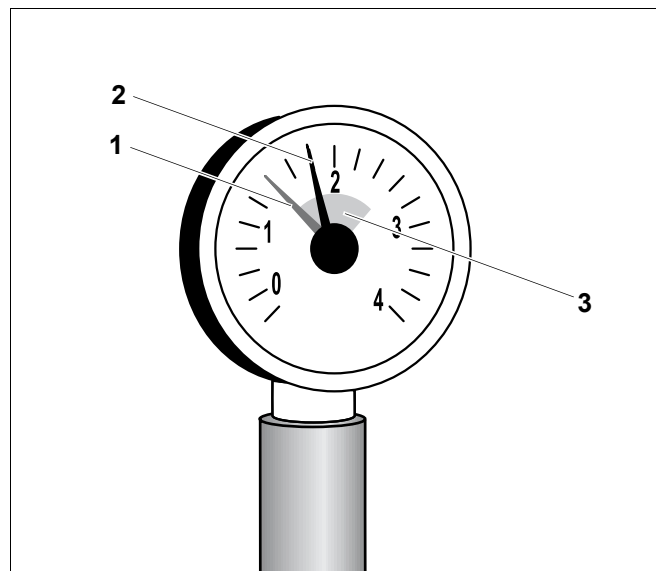

Рис. 24 Манометр для закрытых отопительных установок
- Красную стрелку (рис. 24, поз. 1) манометра отопительной установки поставить на необходимое минимальное давление 1 бар.